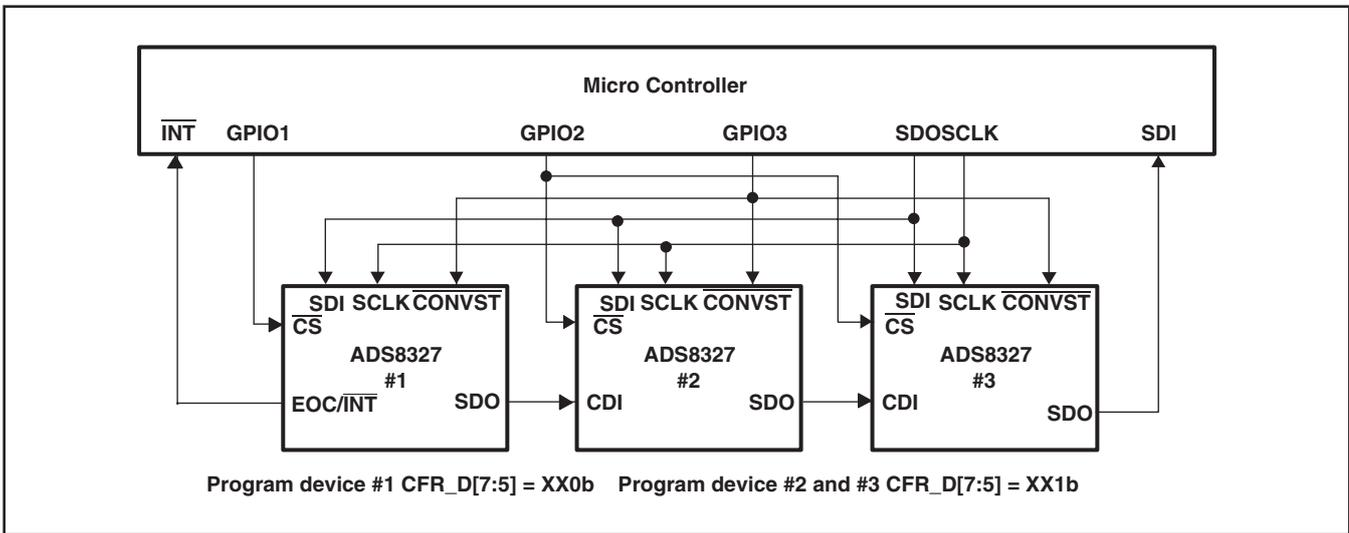
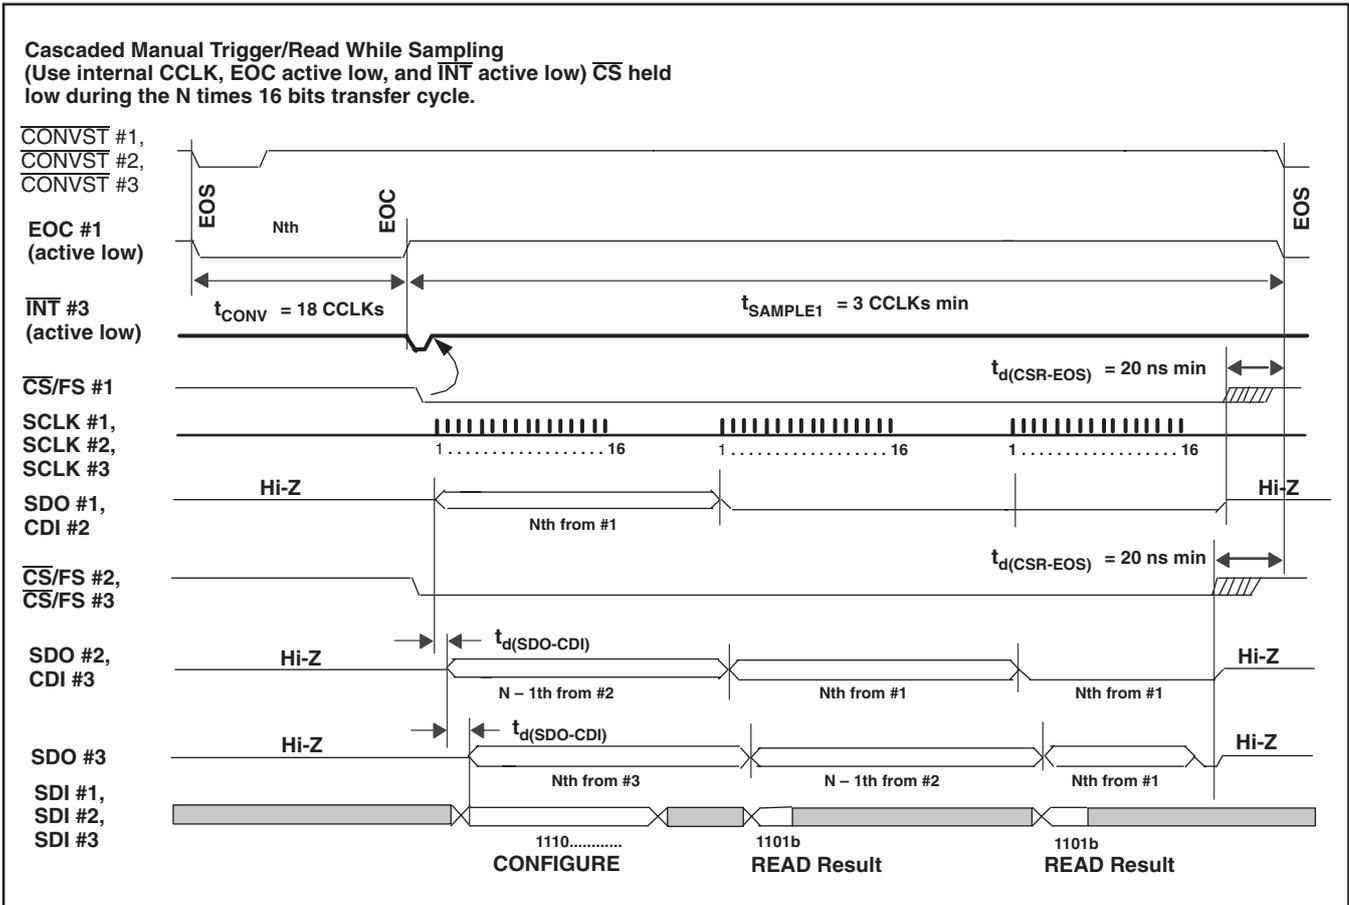

図 59. チェイン・モードを使用する複数コンバータの接続
図 60. 共通なCONVSTおよび連続CSの単純化したカスケード・モード・タイミング
ADS8327/28は1個のコンバータとして、あるいは複数個のコンバータを用いたシステムの中で動作することができます。システム設計者は、複数個のコンバータを使用する場合、それらを1つのチェインにカスケード接続することにより、簡便な高速SPI互換シリアル・インターフェイスを活用することができます。ここで、上流コンバータからの変換結果について、EOC/ $\overline{\text{INT}}$ 状態端子を2次シリアル・データ入力であるチェイン・データ入力 (CDI) として再設定するのに、CFR中の1ビットが使用されます。これがチェイン・モード動作です。3個のコンバータの標準的なチェイン・モード接続を図59に示します。
タはコンバータを16 SCLK (TAG機能がディスエーブルの場合)あるいは24 SCLKの遅延で通過します。この詳細なタイミングは図60を参照願います。このタイミングでは、各コンバータの変換は同時に行われます。
**例1:** チップ・セレクトがトグルしない( $\overline{\text{CS}}$ がローのまま)場合、次の16ビットは上流コンバータからのデータになります。これを図60に示します。図59の例のコンバータ#1のように、チェーンに上流コンバータがない場合、そのコンバータから同じデータ(図60のSDO#1のすべて0)が繰り返し見られます。